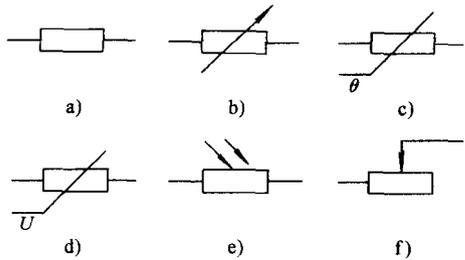

图 1-1 常见的电阻器电路图形符号
2. 电路图形符号 常见的电阻器电路图形符号如图 1-1 所示。